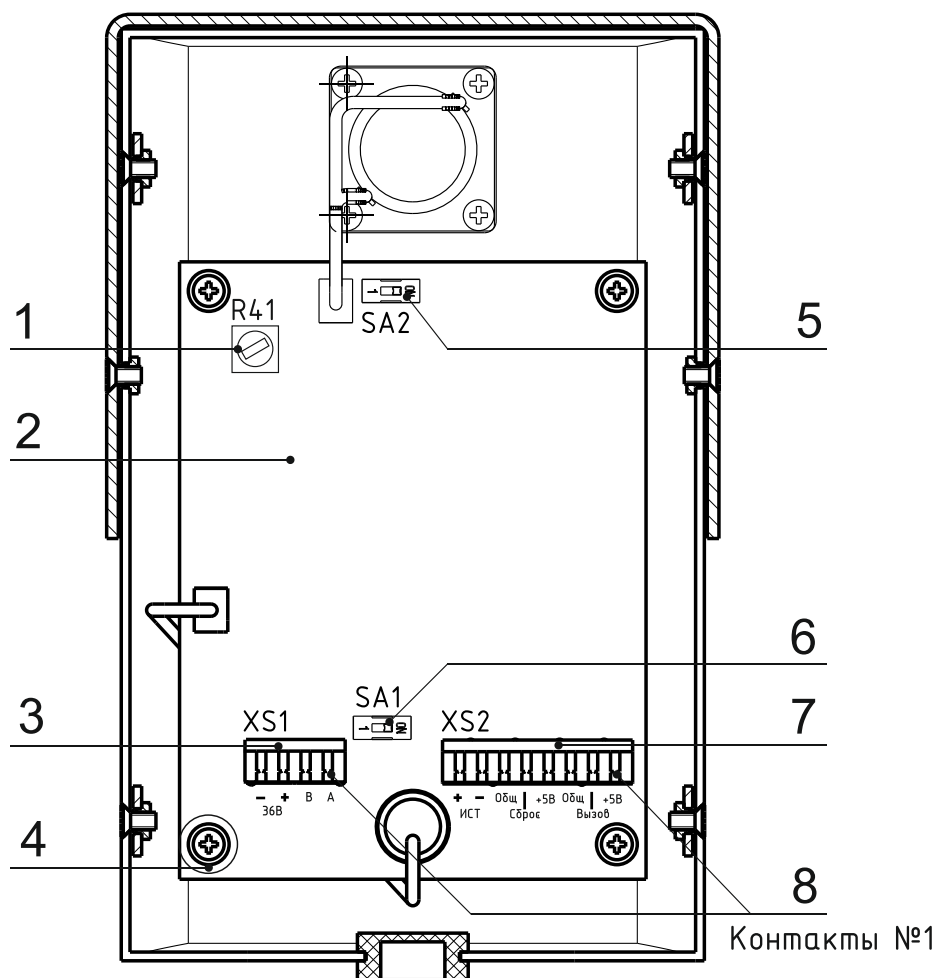

Рис. 2. Вид на АВУ со снятой задней крышкой.
- 4). Подключите к разъему XS1 (рис. 2, поз. 3) линию связи с ЛБС и другими АБУ системы. При наличии на одной линии нескольких АБУ, они подключаются к линии связи с ЛБС последовательно, соединений типа «звезда» на одной линии не допускается. Схема подключения указана в приложении 1.
- 5). Подключите под винт рис. 2, поз. 4. экранирующие оплетки линий связи с ЛБС и другими АБУ.
- 6). Включите согласующие резисторы у последних АБУ в каждой линии связи с ЛБС. Для включения резистора переведите переключатель SA1 (рис. 2, поз. 6) в положение «ON». Переключатель должен быть включен только у одного, последнего АБУ в каждой линии, у остальных АБУ он должен быть выключен.
- 7). Проконтролируйте положение переключателя SA2 (рис. 2, поз. 5), отвечающего за сброс адреса АБУ. Для нормальной работы АБУ он должен быть выключен.
- 8). Подключите к разъему XS2 (рис. 2, поз. 9) светозвуковое табло, устройство вызова помощи для МГН и устройство сброса. Схема подключения приведена в приложении 2.
При изменении конфигурации системы или установке в систему ранее использованного АБУ, необходимо выполнить сброс его адреса АБУ на заводской (по умолчанию). После сброса адреса возможно запрограммировать АБУ в систему. Для смены адреса на заводской необходимо: выключить питание ЛБС, к которому подключено АБУ; включить на плате АБУ переключатель SA2 (рис. 2 поз. 5), после этого включить ЛБС (подать питание на АБУ). Адрес АБУ будет заменен на заводской. После этого переключатель SA2 необходимо выключить, а затем запрограммировать АБУ в систему.